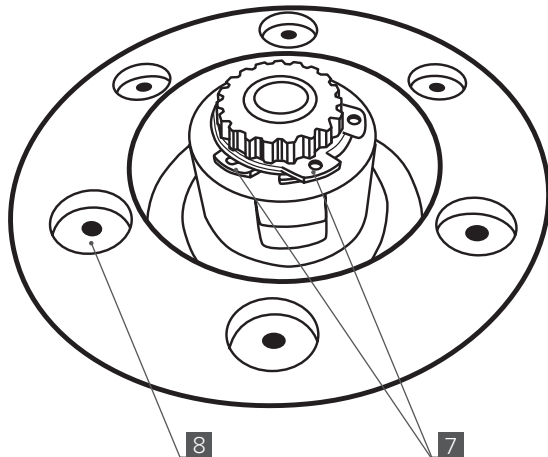

Рис. 4
- Используя съемник стопорных колец разжимного типа, снимите два стопорных кольца [7] (Рис. 4) с приводного вала первой ступени планетарного редуктора. После снимите кулачок тормоза и конический диск тормоза.